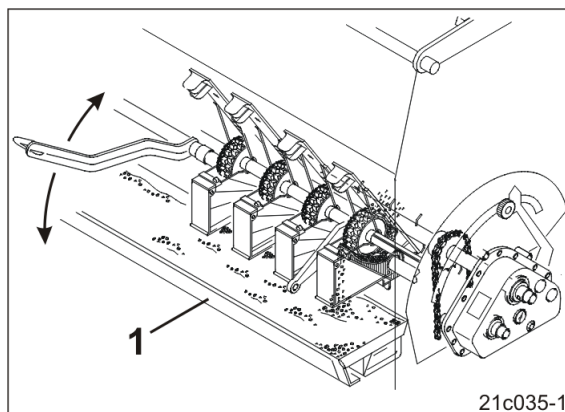

Рис. 83
14. Проворачивайте колесо сеялки до тех пор, пока семена не станут высыпаться из всех высевных коробок в высевные лотки (Рис. 83/1).